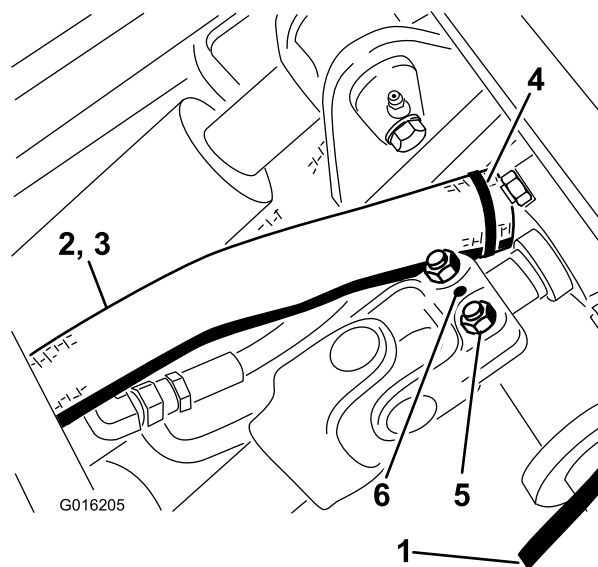

Figura 47
10. Montate il perno a rullo (Figura 47).